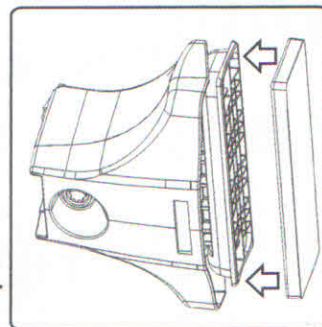

рис. 2
1. Возьмите опору. Основываясь на информации, указанной в таблице сборки, которая вложена в инструкцию, выберите и установите резиновую подушку (рис. 2).